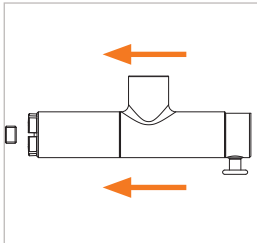

Abbildung 10
- ▶ Stecken Sie den Adapter mit gedrücktem Ventilknopf (Pos. 4) gerade und soweit auf den Prüfling auf, bis die Frontdichtung (Pos. 7) den Prüfling berührt (Abbildung 10). Dadurch wird eine Beschädigung der Frontdichtung durch eventuell scharfe Kanten am Prüfling vorgebeugt und das richtige Anschließen gewährleistet.